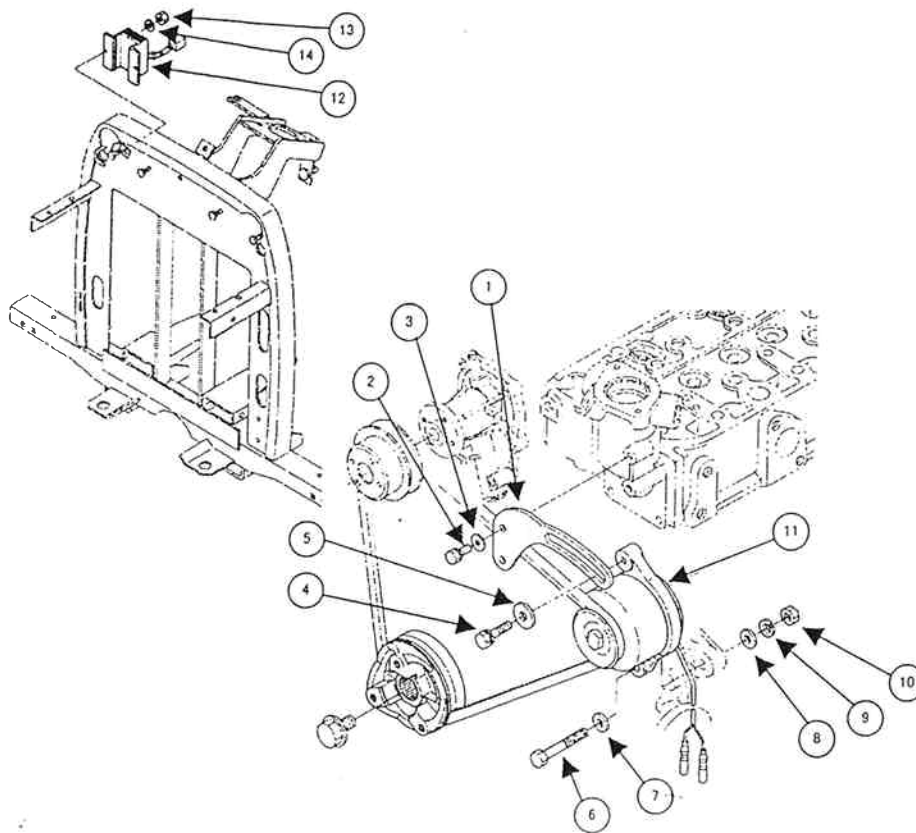

Fig.2
- (1) Disconnect the negative terminal cable of the battery.
- (2) Remove the parts No.① through No.⑭ shown in Fig.2.
Enlevez des pièces de No.① à ⑭, comme indiqué à la Fig.2.